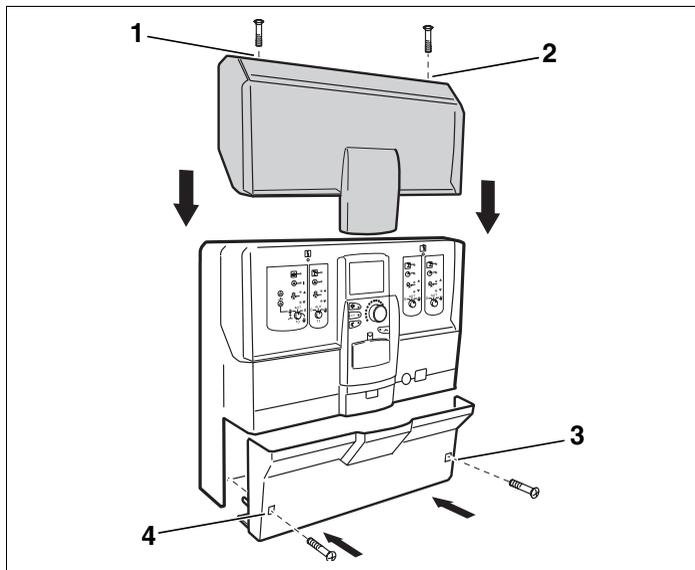

Fig. 10 Mettre le boîtier et le couvercle en place
- Revisser les deux vis du couvercle supérieur (fig. 10, **pos. 1 et 2**).
- Revisser les deux vis du boîtier (fig. 10, **pos. 3 et 4**).